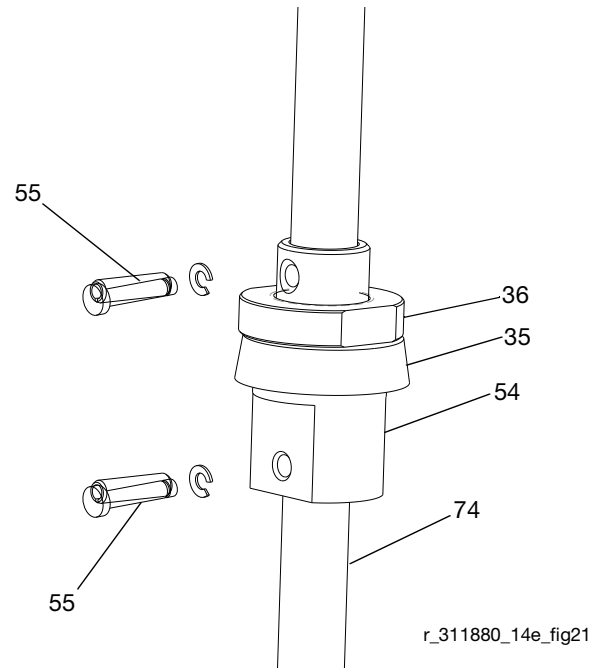

Рис. 21
10. Извлеките штифты (55). См. Рис. 21.